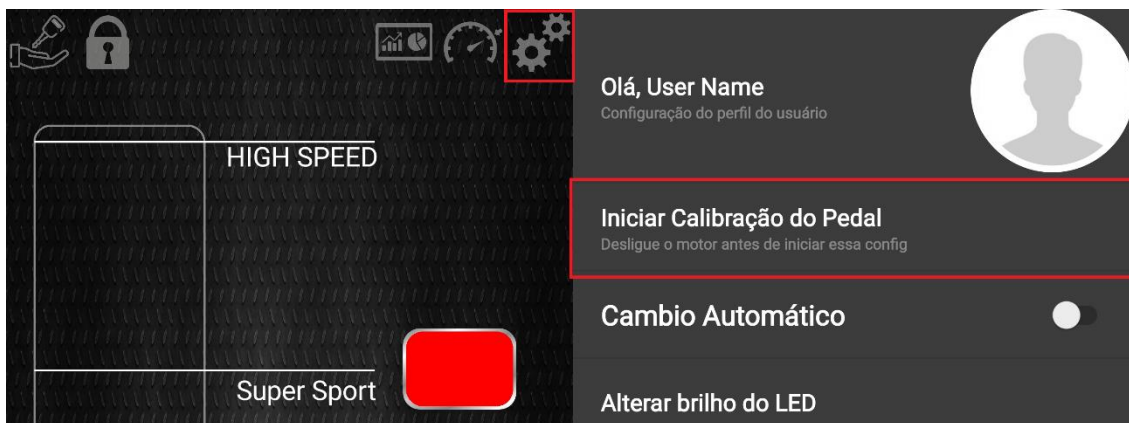

Figura 10 - Calibração do pedal pelo aplicativo
1. A qualquer momento, através do aplicativo, tocando em configurações, e então no botão iniciar calibração do pedal, conforme a Figura 10 abaixo.